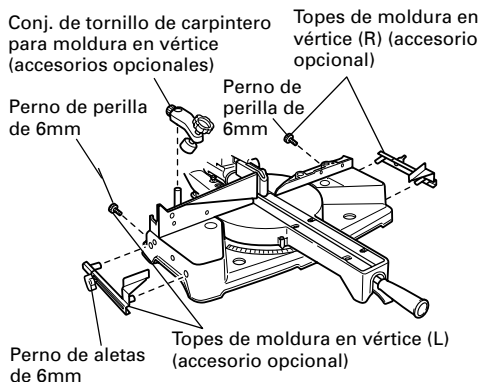

Fig. 40-a
- (1) Las topes de moldura en vértice (L) y (R) (accesorios opcionales) permiten facilitar los cortes de la moldura en vértice, sin inclinar la hoja de sierra. Instálaslas en ambos lados de la base, tal como se muestra en la Fig. 40-a. Después de la inserción, apriete el perno de perilla de 6mm para asegurar los topes de moldura en vértice.